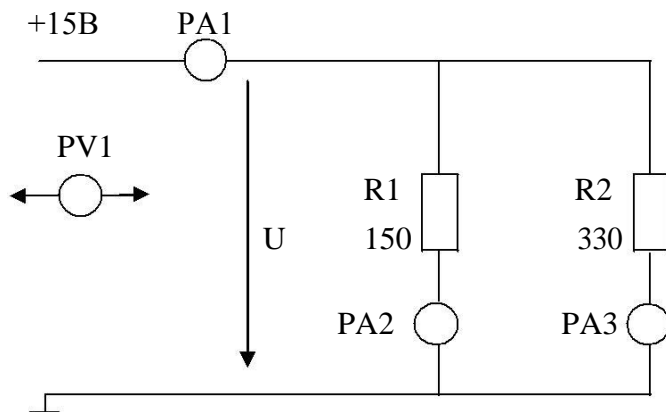

Рис.2
- 2.3. Собрать электрическую цепь с параллельным соединением резисторов (рис.2). В качестве амперметров $PA_1...PA_3$ использовать цифровые приборы. В качестве вольтметра использовать стрелочный вольтметр PV_1 (красная клемма вольтметра соответствует «+», черная «-»). Представить схему для проверки преподавателю.